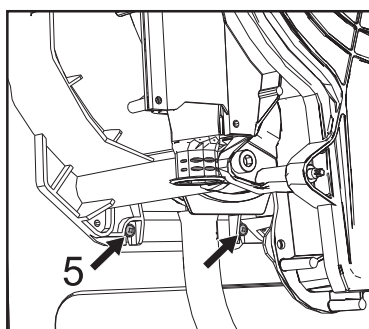

fig. 72 -
- Draai de 2 onderste schroeven "5" los waarmee de wisselaar aan het frame bevestigd is ("fig. 72 -")